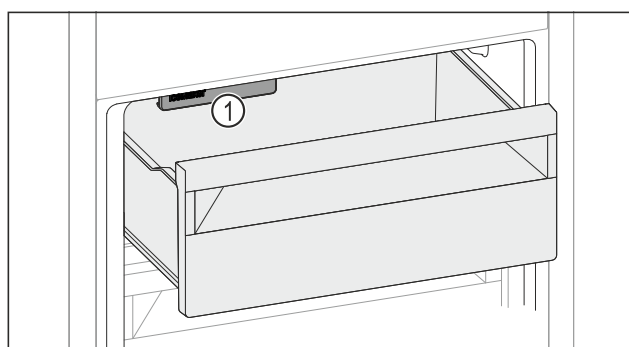

Fig. 150
- ▶ 请考虑 IceMaker Fig. 150 (1)。